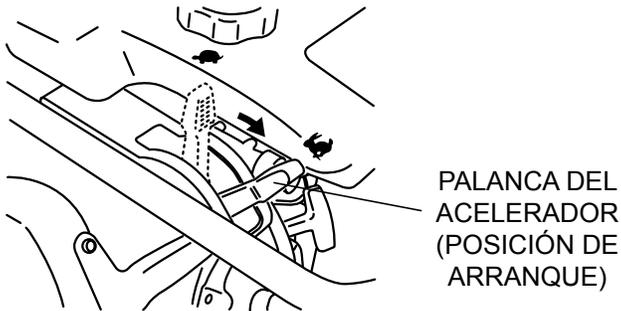

Figura 10. Palanca del acelerador (posición de arranque)
1. Para iniciar el apisonamiento, mueva la palanca del acelerador (Figura 10) **rápidamente** de la posición de **RALENTÍ** a la de **ARRANQUE**. **NO** mueva la palanca del acelerador lentamente, porque puede dañar el embrague o el resorte.